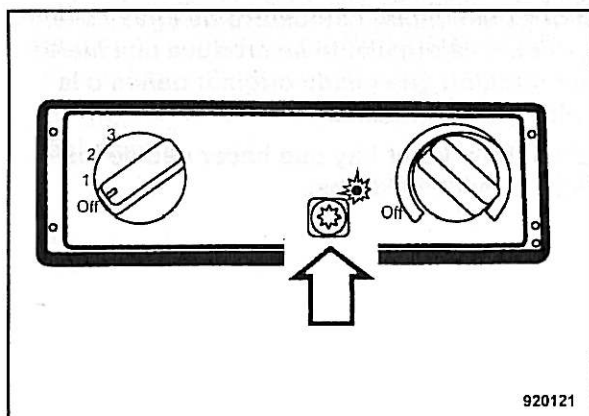

Fig. 101
- Conectar el sistema de aire acondicionado (Fig. 101).